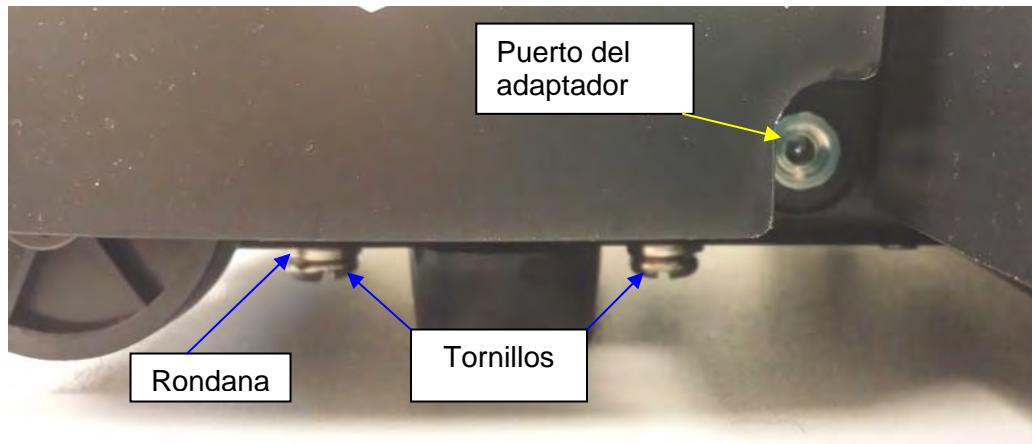

Figura 7
1. Conecte el adaptador de corriente (no incluido) en el puerto que se encuentra en la plataforma de la balanza **C** (ver la figura 7).